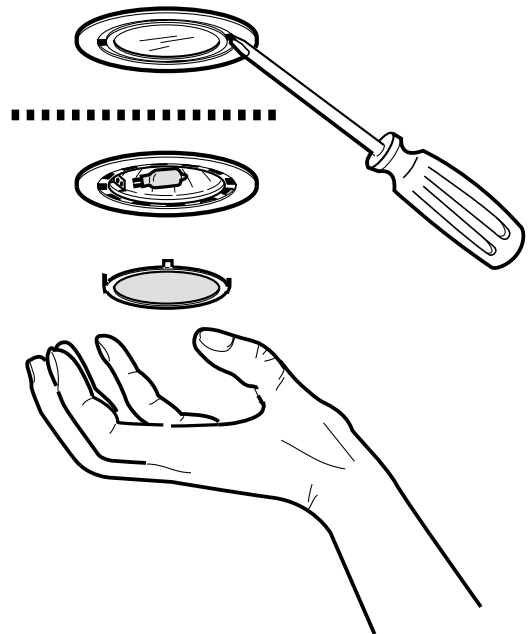

Fig. 5 - Abb. 5
**Sustitución de la lámpara - Fig. 5**